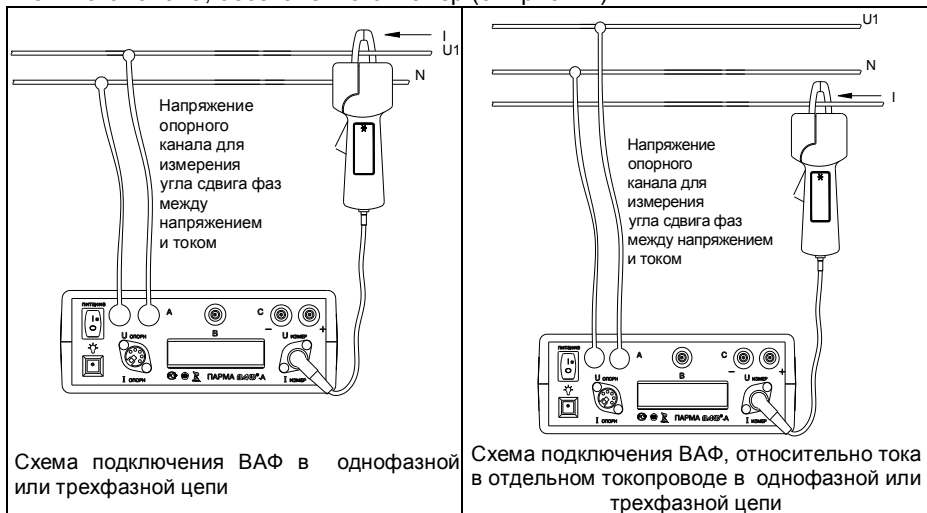

Рисунок 12
6.3.8.3 Измерительные клещи подключите к разъему измерительного канала, обозначенного Измер (см. рис. 12).
6.3.8.4 Подайте напряжение переменного тока на клеммы обозначенные Uопорн (см. рис. 12).
6.3.8.6 Считайте измеренное значение угла сдвига фаз между напряжением и током слева в нижней строке дисплея, рисунок 12а. Латинская буква С обозначает, что измеренный ВАФ угол сдвига фаз находится от 0 до 180°:
Рисунок 12 а
6.3.8.7 Если в измерительном канале Uизмер, рисунок 12 б присутствует напряжение, то ВАФ также определит значение угла сдвига фаз между напряжением и напряжением.
Рисунок 12 б
6.3.8.8 Считайте измеренное значение угла сдвига фаз между напряжением и напряжением слева в верхней строке дисплея, рисунок 12в. Латинские буквы L и C обозначают, что измеренные ВАФ углы сдвига фаз находятся:
Рисунок 12в